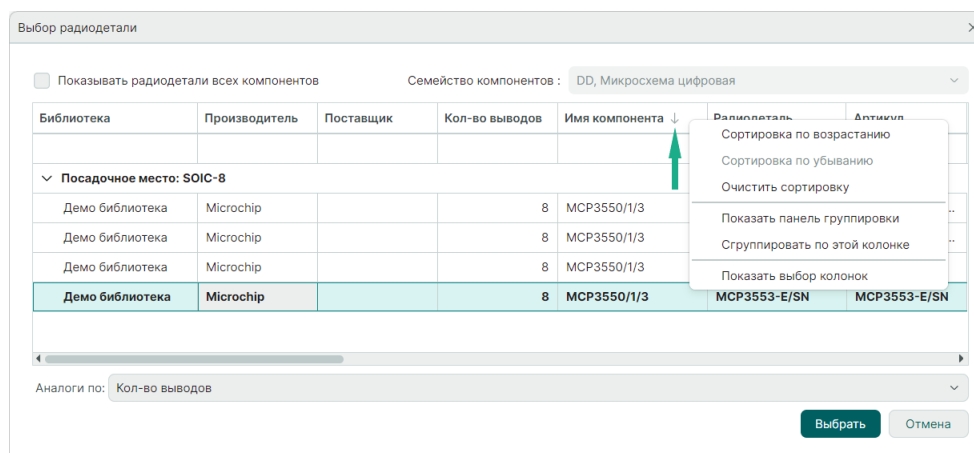

Рис. 104 Изменение сортировки внутри столбца
6. Сортировка данных внутри столбца возможна двумя способами: нажмите на заголовок необходимого столбца или выберите команду «Сортировка по возрастанию»/«Сортировка по убыванию» из контекстного меню на заголовке столбца. Текущий способ сортировки будет обозначен символами ↑ «Сортировка по возрастанию» и ↓ «Сортировка по убыванию», Рис. 104.